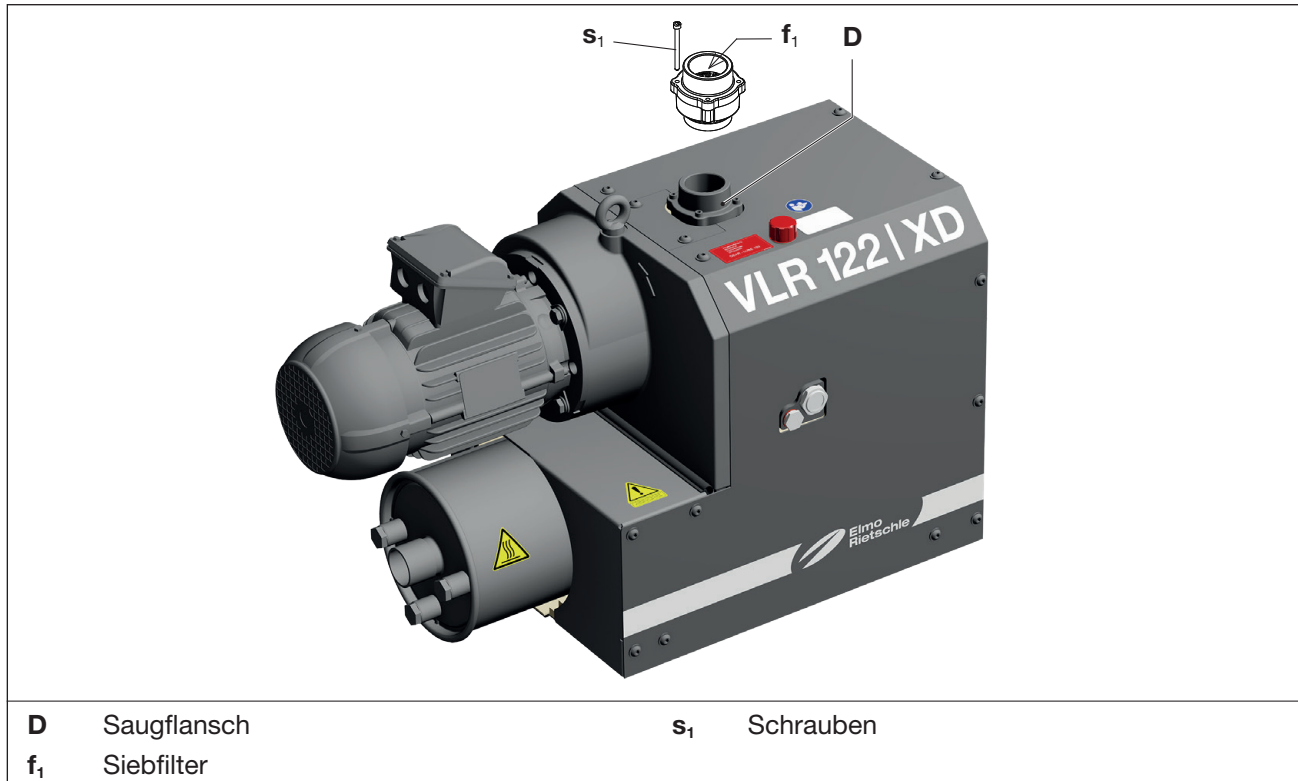

Abb. 9 Siebfilter
- Saugflansch (Abb. 9/D) nach Lösen der Schrauben (Abb. 9/s₁) abnehmen.
- Siebfilter (Abb. 9/f₁) reinigen. Überprüfen Sie auch den Ventilsitz auf Verunreinigungen.
- Saugflansch (Abb. 9/D) wieder montieren und Schrauben anziehen.